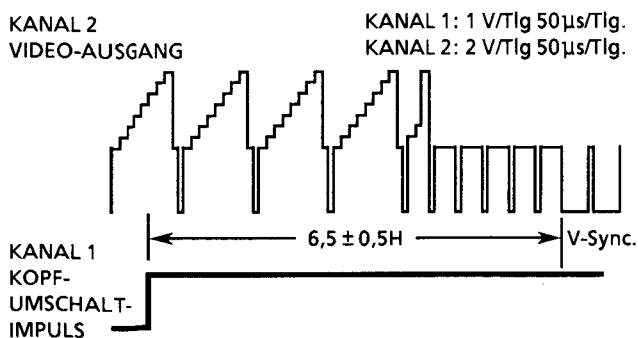

Abbildung 2-2.
7. Die Überprüfung der Wellenform am Oszilloskop-Bildschirm wie in Abbildung 2-2 vornehmen. Dieser Vorgang muß unmittelbar nach der Einstellung des Kopfschaltpunktes durchgeführt werden.